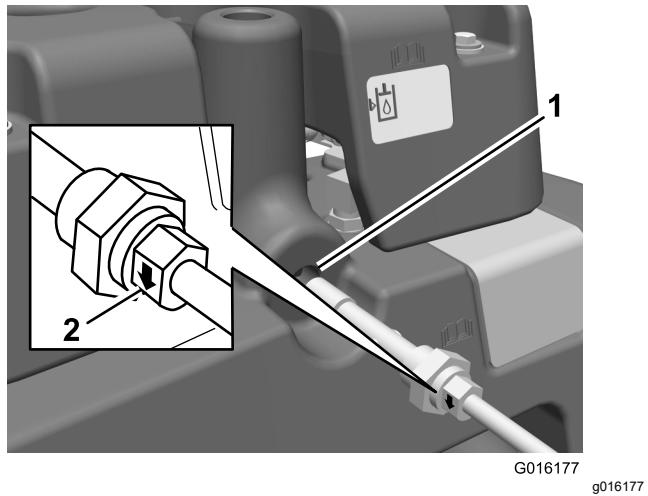

図 11
20. 油圧オイルレベルセンサーにOリングを取り付けて油圧オイルタンクに取り付ける(図11)。
重要油圧オイルレベルセンサーを固定するナットの両側にあるインジケーター矢印が下向きになるようにする(図11)。
19. メイン油圧タンクからプラグを取り外す(図11)。